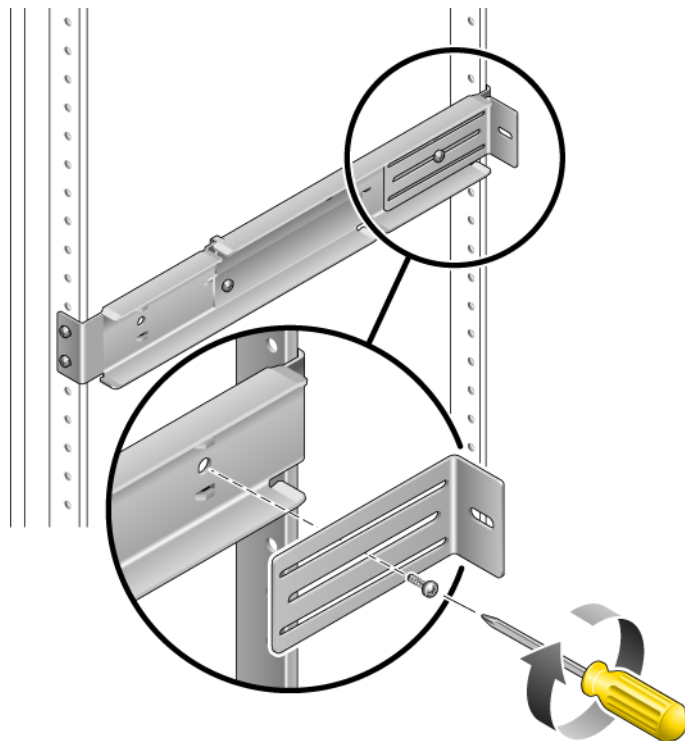

FIGURE 3-18 Installation de la bride arrière sur le rail réglable
8. À l'aide d'une vis SEM M5 × 10 pour chaque bride arrière, posez sans serrer la bride arrière sur la partie arrière de chacun des rails réglables (FIGURE 3-18).
12. Introduisez le serveur à la profondeur désirée dans le rack, puis encastréz les brides arrière dans la partie arrière du serveur (FIGURE 3-18).
14. Réglez les brides arrière à la profondeur désirée dans le rack, puis serrez la vis SEM M5 × 10 sur chacune des brides pour les fixer aux rails réglables (FIGURE 3-18).